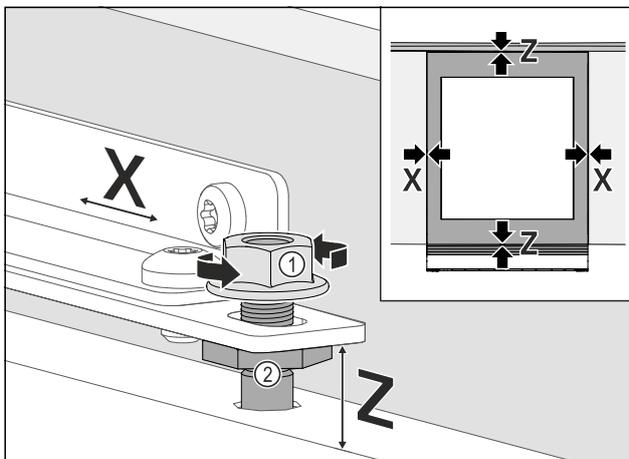

Fig. 95
- ▶ Möbeltür seitlich ausrichten: Kontermutter Fig. 95 (1) lösen, Möbeltür in X Richtung verschieben.
- ▶ Kontermuttern Fig. 95 (1) anziehen.
- ▶ Möbeltür in der Höhe Z und in der seitlichen Neigung ausrichten: Justagebolzen Fig. 95 (2) einstellen.